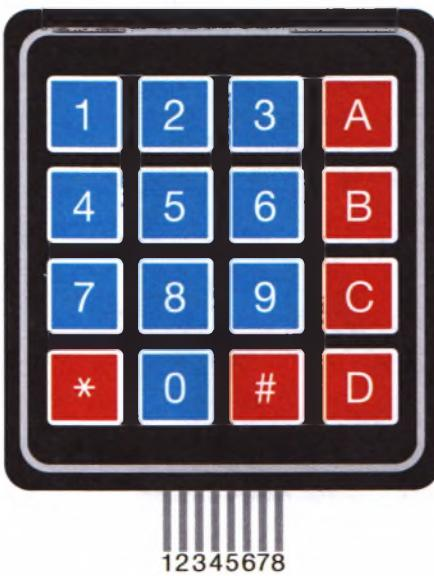

РИСУНОК 22.2
- Подключите контакты клавиатуры непосредственно к контактам Arduino, как указано в таблице ниже. Контакты клавиатуры пронумерованы, как показано на рис. 22.2.